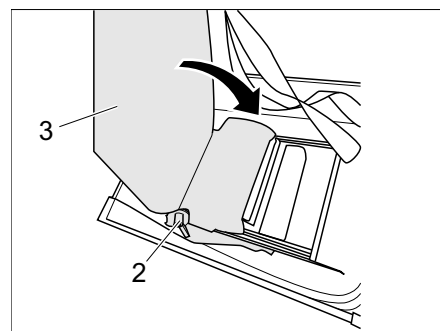

Fig. 224 Stivare lo schienale nel divanetto
- Azionare la leva 1 (Fig. 224,2) e ribaltare lo schienale (Fig. 224,3) verso l'interno.